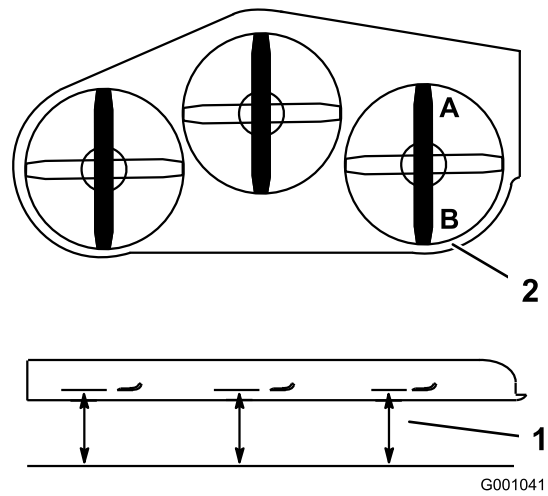
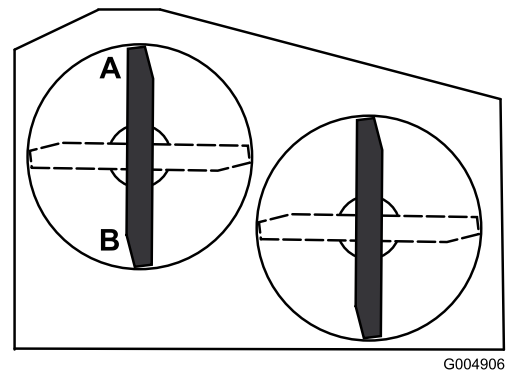

Figura 65
Figura 66
2. Coloque una cuchilla en posición longitudinal. Mida en las posiciones A y B desde una superficie nivelada hasta el filo de corte de los extremos de la cuchilla (Figura 65 o Figura 66). Para carcasas de corte de 36 pulgadas, consulte la Figura 66.
- Coloque las cuchillas en posición longitudinal. Mida en las posiciones C y D (Figura 65) desde una superficie nivelada hasta el filo de corte de las cuchillas.